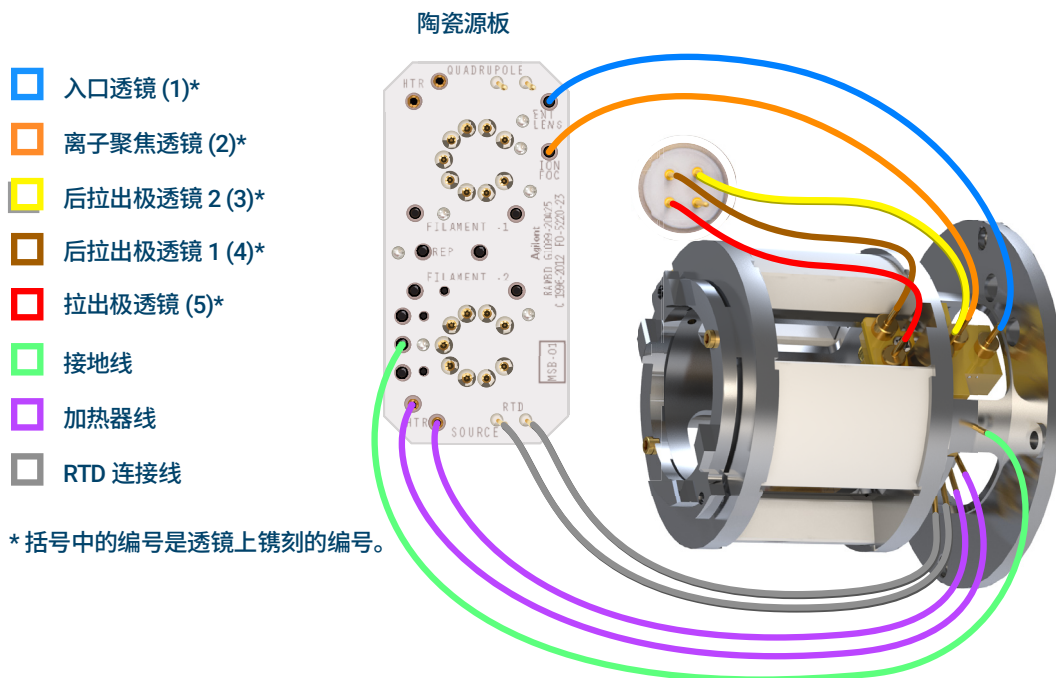

图 71 陶瓷源板 / 馈通接头和 EI HES 散热器之间的配线
- 1 使用镊子或咀钳连接 / 断开散热器上的绿色接地线和 5 根透镜连接线。不要过分弯折这些连接线。（请参阅图 71。）